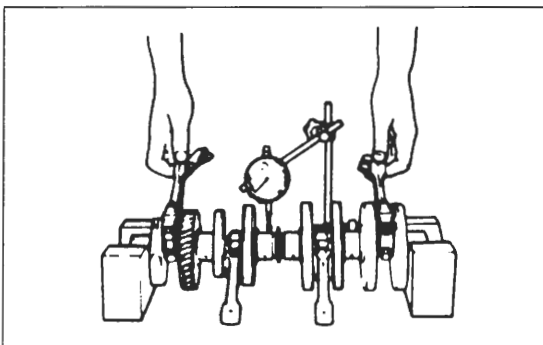

Bild 244
-  Kurbelzapfenbreite mit Innentaster und Pleueiffussbreite mit Mikrometerschraube messen (Bild 244).